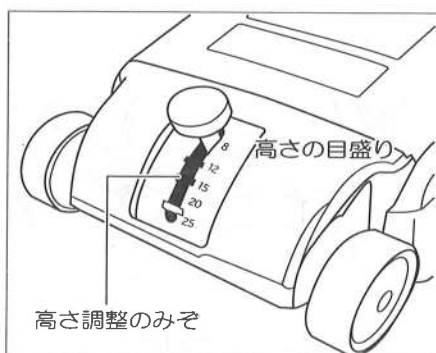

図10
- ③任意の刈り込み高さのみぞにいらしてください。(図10参照)